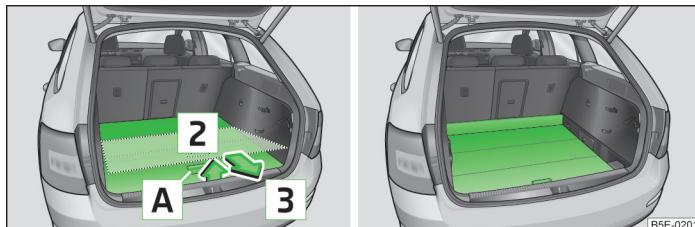

Fig. 97 Ajuste el suelo de carga variable en la posición inferior / suelo de carga variable en la posición inferior
- › Agarre la parte posterior del suelo de carga variable por el tirador **A** » fig. 97.